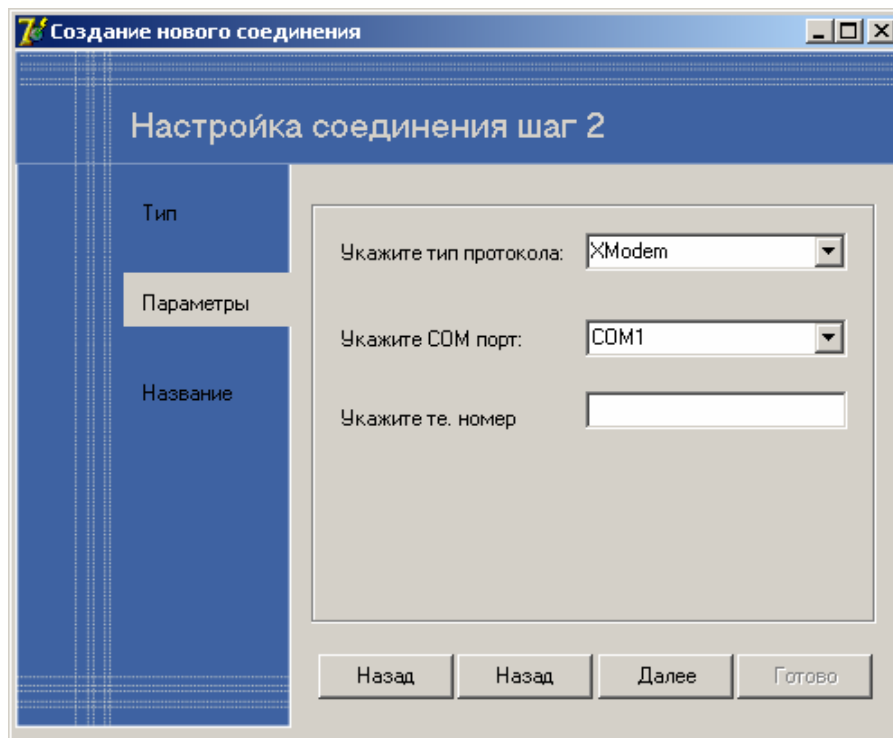

Рисунок 9. Мастер создания нового соединения. Шаг 2.
- 2) Настройка параметров соединения (рисунок 9): имя порта для прямого соединения; имя порта и номер телефона для модемного соединения; IP-адрес и номера портов для сетевого соединения;